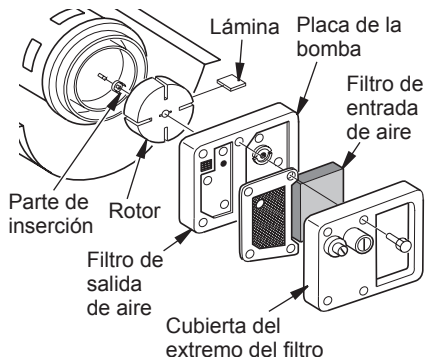

Figura 19 - Ubicación del rotor
2. Quite los tornillos de la cubierta del extremo del filtro utilizando un destornillador para tuercas de 5/16" (consulte las figura 19).
6. Desmonte el rotor, la parte de inserción y las láminas (consulte las figura 19).